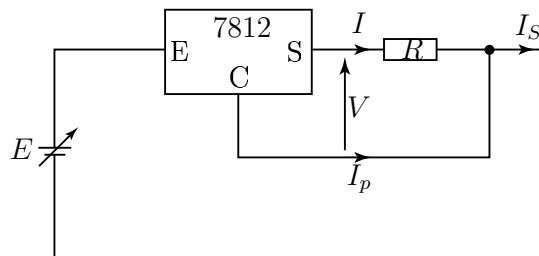

FIGURE 11 – Source de courant constant.
4.3.3.2 Réalisation d'un générateur de courant constant On aussi peut réaliser une source de courant constant à l'aide du montage représenté figure 11.